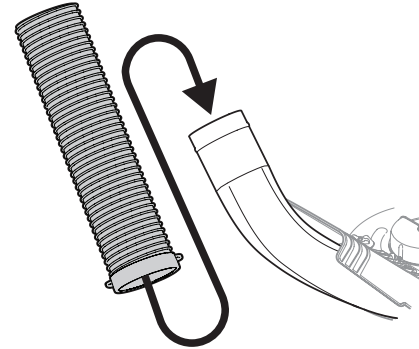

Figure 3
3. Soulevez le tube par les poignées de l'anneau installé à l'étape 2. Enflez ce dernier sur le coude de goulotte, comme illustré à la Figure 3.